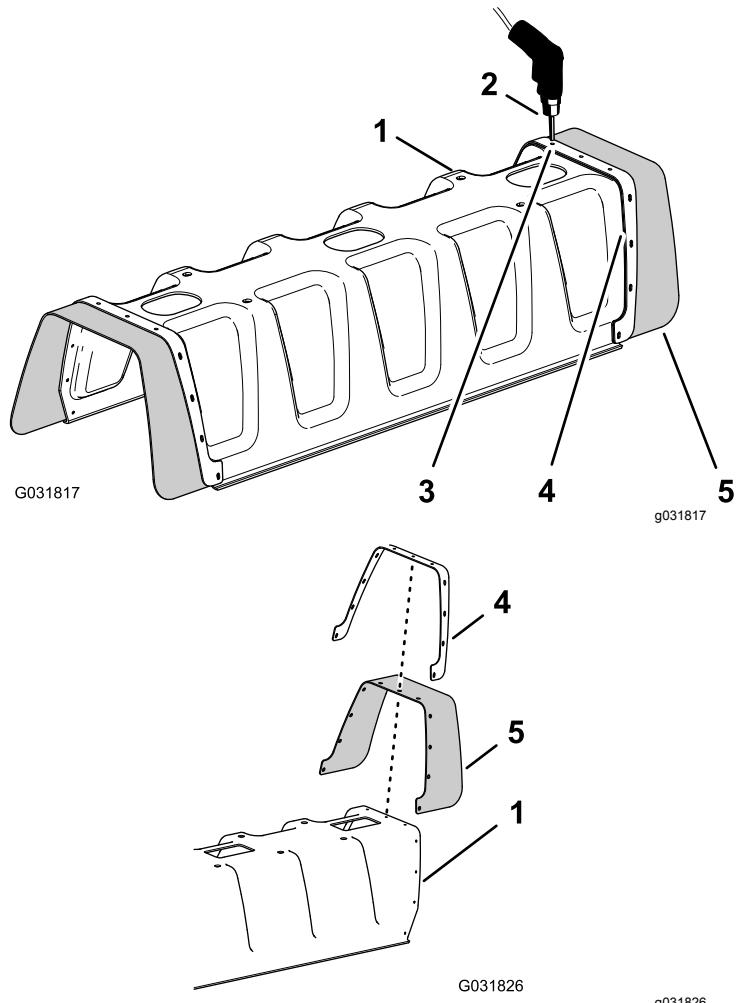

Figura 146
- Utilizando uma broca com 5 mm, perfure os 11 rebites cegos (Figura 146) que prendem a placa de reforço (com uma fila única de rebites) e a cobertura de borracha à extremidade da cobertura da secção de 11 bicos para a secção de pulverização central que retirou no passo 2 de 6 Retirar a cobertura da secção central (11 bicos) do Kit de rampa coberta opcional (página 15).
- Retire a placa de reforço, as 11 anilhas (3/16 pol.) e a cobertura de borracha da cobertura da rampa de 11 bicos (Figura 146).